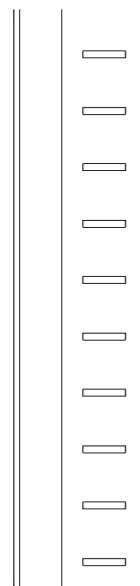

Figura 4.3
- B. Instale la pista perimetral. Fije de forma segura el riel a las paredes con grapas y/o tornillos. Las grapas deben ser cada 1/4" – 1/2" y debe dispararse en paneles de yeso en diferentes ángulos para ayudar a mantener la pista segura en su lugar. Coloque un tornillo en las ubicaciones de los espárragos. (figura 4.3)